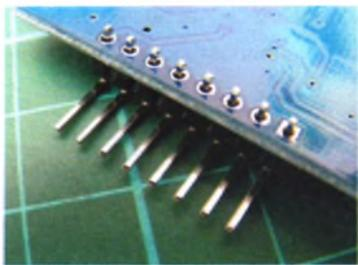

Рисунок 0.14
2. Отломайте нужное количество штырьковых соединителей для вашего компонента. Для модуля RFID из проекта 23 понадобится линия из восьми соединителей. Вставьте их в модуль, как показано на рис. 0.14.